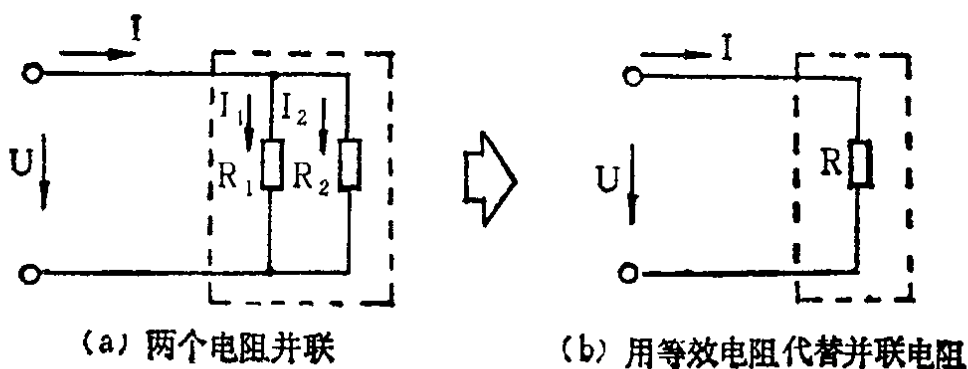

图 1-3 电阻的并联
(4) 电阻的并联 几个电阻的两端分别接在一起，每个电阻两端所承受的是同一个电压，这种联接方式叫并联。图 1-3(a) 中 R_1 与 R_2 就是并联电阻。
在图 1-3 (a) 中，并联电阻 R_1 和 R_2 中流过的电流 I_1 和 I_2 分别为：